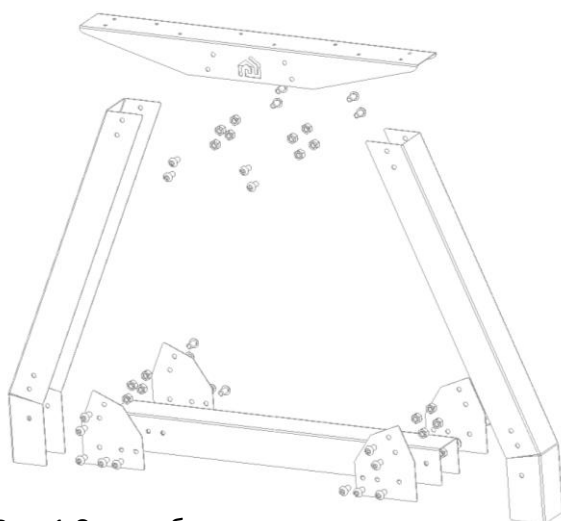

Рис.1 Схема сборки.
3. Соберите опору при помощи болтовых соединений как см. (Рис.1).